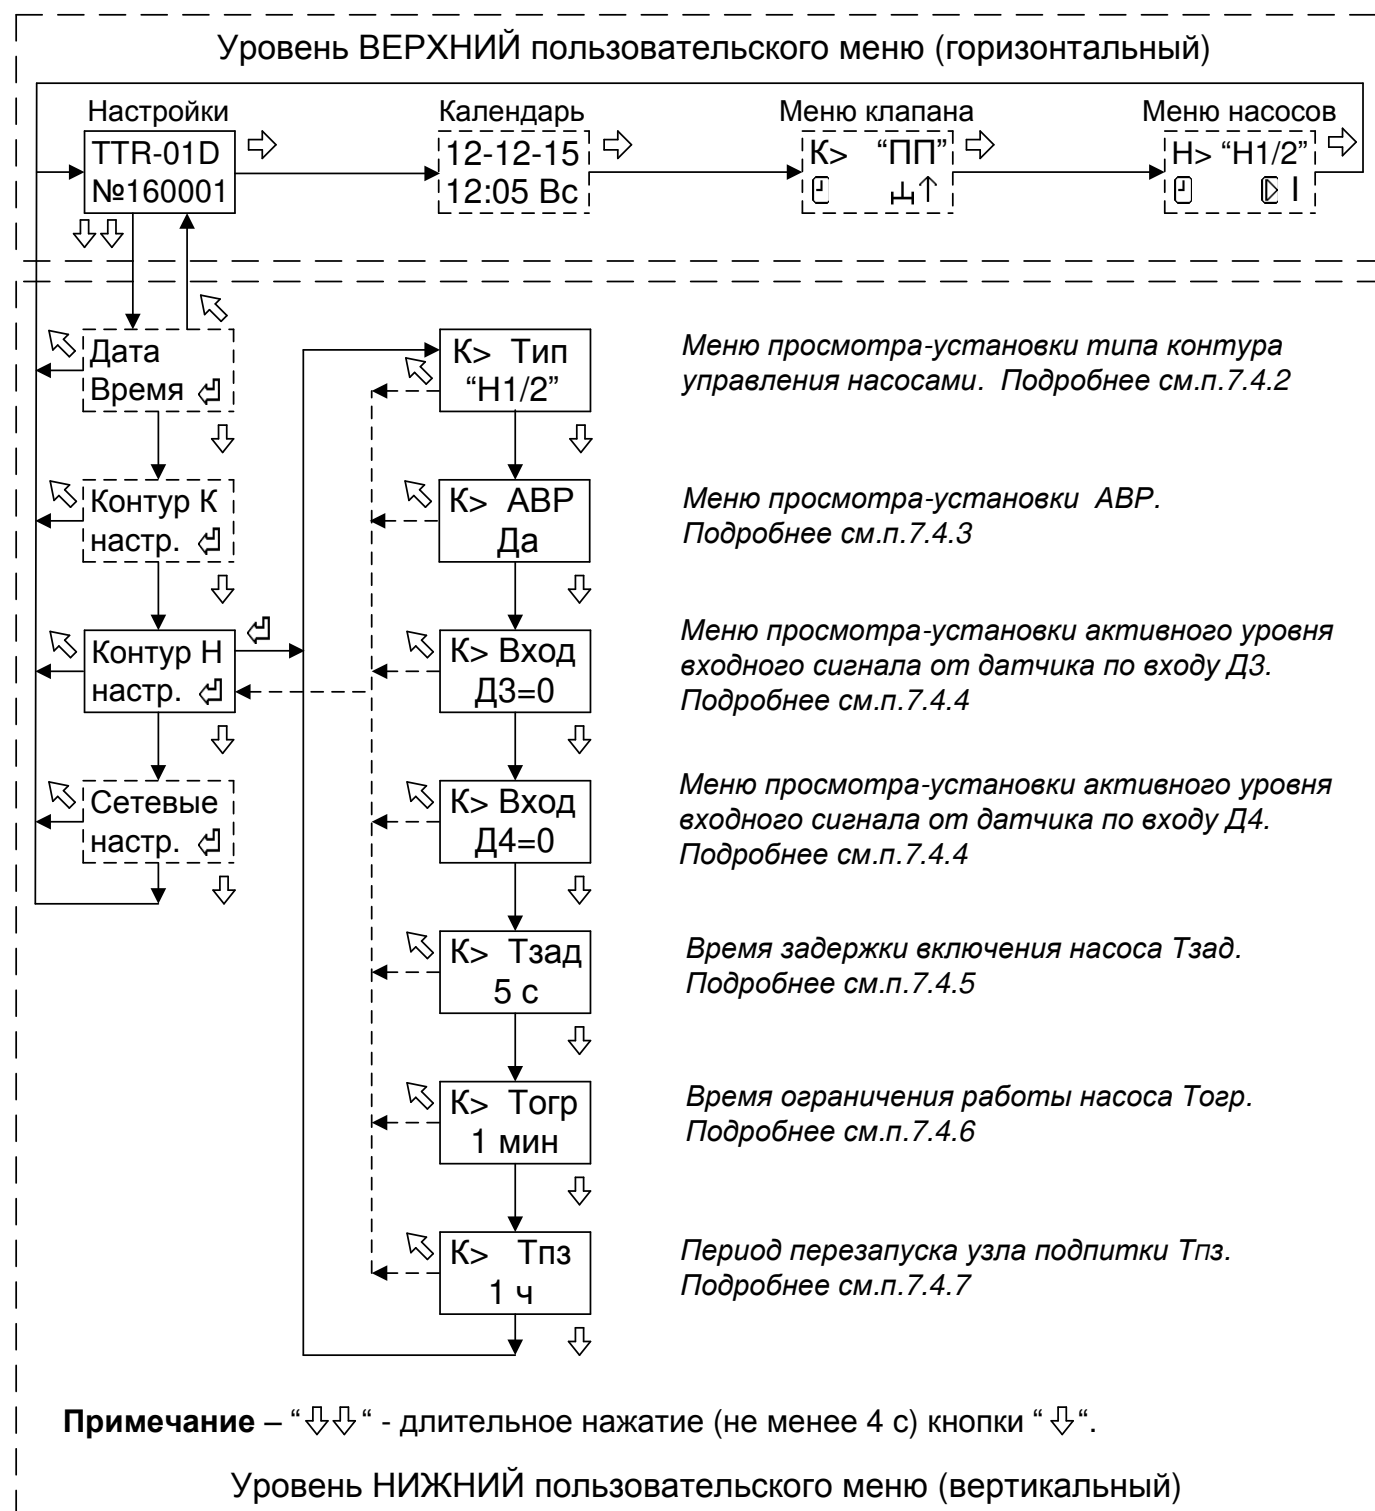

Рисунок 5 - Структура меню настройки параметров контура управления насосами.
7.4.3 Вход в меню просмотра-установки параметра **АВР** (автоматический ввод в работу резервного насоса в случае неисправности основного) производится при нажатии кнопки “↵” (см. рисунок 5).
7.4.5 Вход в меню просмотра-установки параметра времени задержки включения насоса **Тзад** производится при нажатии кнопки “↵” (см. рисунок 5).
7.4.6 Вход в меню просмотра-установки параметра времени ограничения работы насоса **Тогр** производится при нажатии кнопки “↵” (см. рисунок 5).
7.4.7 Вход в меню просмотра-установки параметра периода перезапуска узла подпитки **Тпз** производится при нажатии кнопки “↵” (см. рисунок 5).